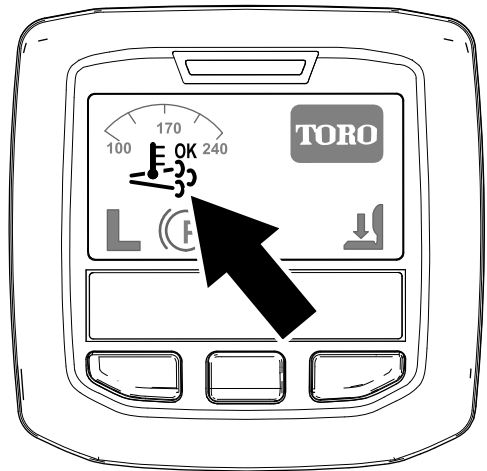

Figure 34
- L'icône de régénération assistée/commandée s'affiche sur l'InfoCenter (Figure 34).